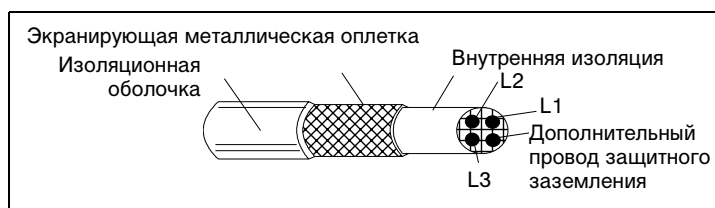

Рис. 8 Эффективное экранирование кабеля электродвигателя (например, кабели Ölflex-Servo-FD 780 CP, Lappkabel или МССМК, НК).
Общим правилом эффективности экранирования кабеля является следующее: чем лучше и плотнее экран кабеля, тем ниже уровень излучаемых помех. Пример эффективной конструкции кабеля показан на Рис. 8..
* Требуется эффективное экранирование кабеля двигателя в соответствии с Рис. 8.
Для ACS 101-4K1-1 и ACS 103-4K1-1 требуется кабель, изображенный на Рис. 8.
При наличии входного фильтра ACS100-FLT-C или ACS140-FLT-C кондуктивные помехи не выходят за допустимые пределы для класса неограниченного распределения в первой окружающей среде, установленные стандартом EN 61800-3 (EN 50081-1), при условии что кабель электродвигателя имеет эффективный экран (см. Рис. 8) и длина кабеля не превышает 30 м.
Длина кабеля электродвигателя не должна превышать значений, указанных в Таблица 6, при этом кабель должен иметь эффективный экран, показанный на Рис. 8. Со стороны электродвигателя экран кабеля должен иметь 360-градусное заземление с помощью кабельной муфты ЭМС (например, экранированной кабельной муфты Zemtex SCG).